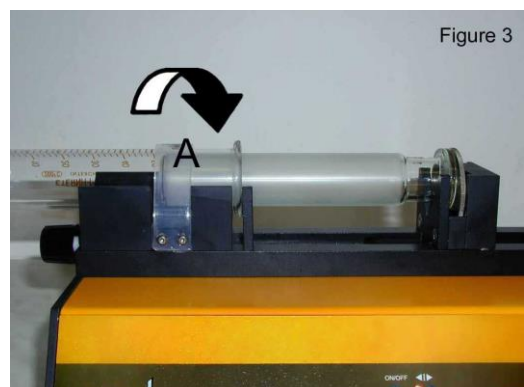

Fig. 1 : Befestigung mit elastischem Band
- Die Spritze wird in das Spritzenbett eingelegt (Fig. 1).
- Der Spritzenkörper wird durch das Drehen des Arretierungsknopfes (Fig. 1 A) fixiert.